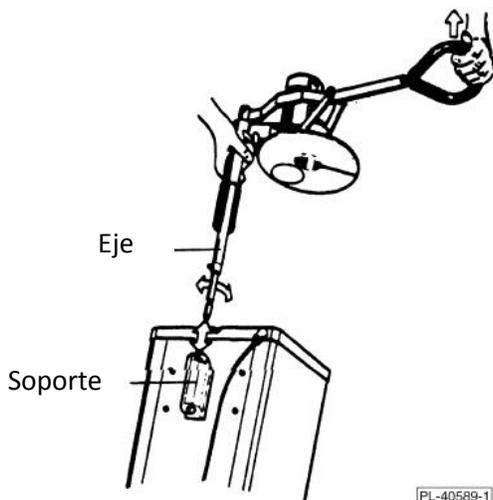

Fig. 2
- 4.- Sujete el empujador con las manos (Fig. 2).